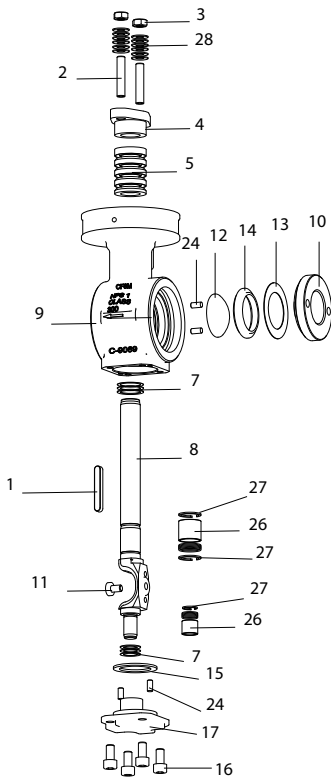

Fig.6-15
2. Retirar la arandela de resorte (→ 6-15/13, 6-16/13, 6-17/13) y el asiento (→ Fig. 6-15/14, 6-16/14, 6-17/14) y para las válvulas con asiento PTFE, retirar el anillo de apoyo (→ 6-17/14a).